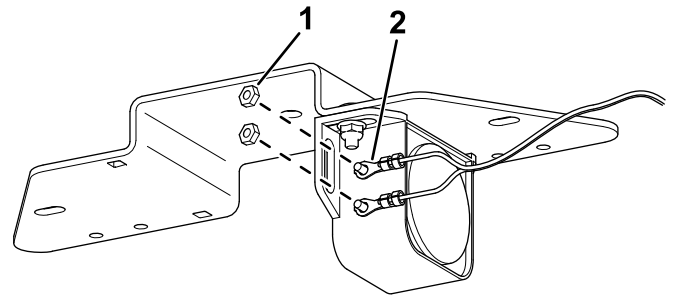

Figura 2
- Utilice las tuercas existentes de la alarma para fijar los terminales de anillo del arnés de cables a la alarma (Figura 2).